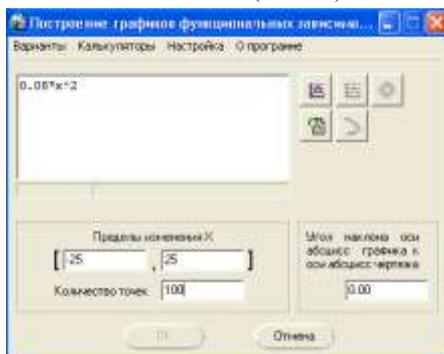

Рис.24
8. В диалоговом окне в поле ввода аналитических зависимостей ввести уравнение параболы  $0,08 \cdot x^2$ . В поля группы Пределы изменения Хвосты значения аргумента -25 и 25. В поле Количество точек ввести число 100 (Рис.24).